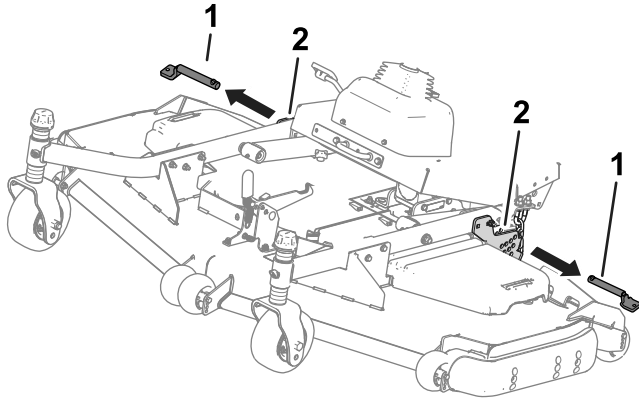

Bild 34
4. Entfernen Sie die Splinte von den Schnitthöhenplatten (**Bild 34**).